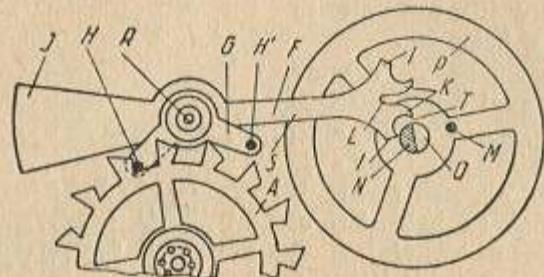

Fig. 46. Piezile ansamblului mecanism de mers balansier:
Drept exemplu semnificativ pentru determinarea unei funcționări a întregului mecanism, în ansamblu, poate servi următoarea încercare. Cu un arc strîns complet, cînd mecanismul se află în stare normală, amplitudinea oscilațiilor balansierului trebuie să se afle între limitele de 200 și 270°. Dacă amplitudinea oscilațiilor balansierului depășește aceste limite, se ivescă pericolul „lovirii” știptului de impuls  $M$  de limitatoarele  $I$  ale furcii (v. fig. 46). Aceasta înseamnă că mecanismul are un arc mai puternic decît trebuie, și că acesta trebuie înlocuit. Dacă însă oscilațiile balansierului cu arcul strîns complet nu vor atinge decît 180°, aceasta va fi dovedă cea mai
3. Furca ancorei *F* execută în raport cu axul său *R* oscilații scurte într-o parte și în alta; după ce a primit un impuls de la dintele roții ancorei, furca ancorei îl transmite balansierului prin intermediul cornului *K* și al șiftului de impuls *M* (fig. 46).
7. Canelura (teșitura) *O* din axul balansierului servește pentru a lăsa să treacă liber furca (fig. 46).
*Regulă. Coarnele furcii K (fig. 46) nu trebuie să atingă axul N al balansierului în momentul oscilației sale libere.*
Reglarea trebuie să se facă cu arcul mecanismului de mers răsucit prin 3,5—4 rotații. Mai sus am arătat că balansierul din deșteptătorul sovietic efectuează exact 200 de oscilații pe minut (cîte 100 de oscilații ale balansierului într-o parte și în cealaltă parte). Dacă balansierul va efectua un număr mai mare de oscilații pe minut, înseamnă că ceasornicul merge înainte, iar dacă acest număr va fi mai mic — că întîrzie. Numărarea oscilațiilor balansierului se poate face „după auz“, atunci cînd lipsește secundarul, ascultînd sunetul tic-tac-ului din ceasornic sau, într-un mod și mai simplu, observînd și numărînd oscilațiile contragreutății furiei ancorei (v. fig. 46, J). Două oscilații ale contragreutății sunt egale cu două oscilații ale balansierului; prin urmare, dacă balansierul va efectua peste 200 de oscilații pe minut, înseamnă că ceasornicul merge înainte; dacă numărul lor va fi mai mic — ceasornicul rămîne în urmă. Abateri ale mersului deșteptătorului de 10—15 minute în curs de 24 de ore se regleză cu regulatorul.